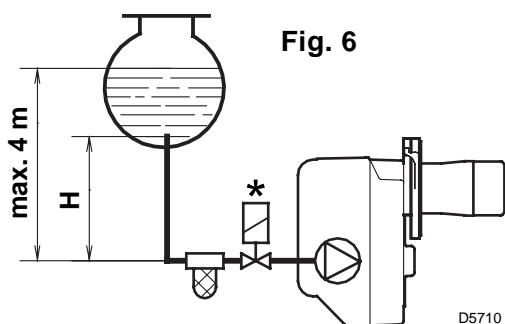
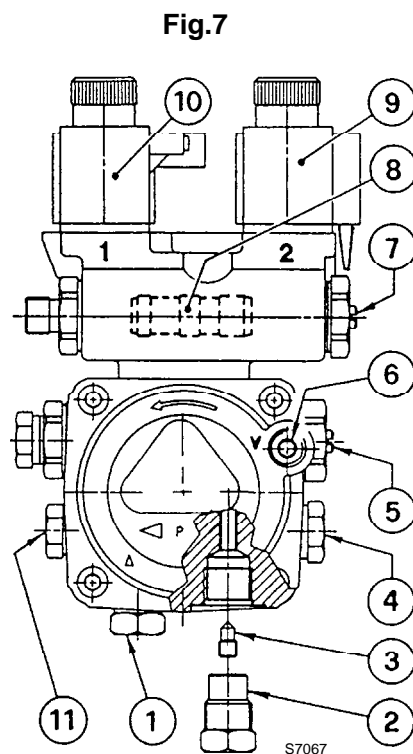

Fig. 6
Fig.7
- La pompa è predisposta per funzionamento bitubo. Per il funzionamento monotubo è necessario svitare il tappo di ritorno (2), togliere la vite di by-pass (3) e quindi riavvitare il tappo (2), (vedi fig. 7).
Nell'impianto di fig. 6 è sufficiente allentare l'attacco del vacuometro (6, fig. 7) ed attendere la fuoriuscita del combustibile.